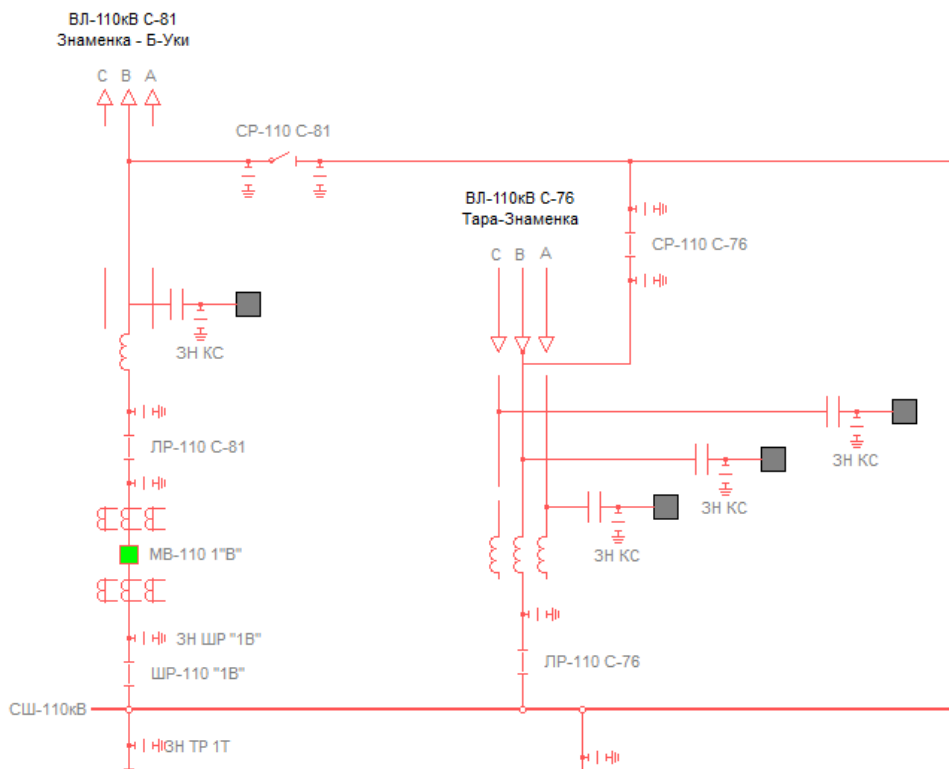

Рисунок 3- Схема ПС "Знаменка"
4. На ПС 110/10 "Знаменка" (Рисунок 3) вывести в ремонт выключатель МВ-110 1В. ПС Знаменка 110/10 запитана по ВЛ-110 кВ С-76 Тара-Знаменка, имеет две отходящих ВЛ-110 кВ С-81 Знаменка-Б.-Уки и С-82 Знаменка-Шухово, соединенных между собой двумя секциями шин 110 кВ, а так же межсекционной ремонтной перемычкой, позволяющей на период ремонта выключателей ВЛ-110 кВ С-81 и С-82, запитывать отходящие ЛЭП. На каждой из двух секций установлены понижающий трансформаторы 110/10 Т-1 и Т-2 соответственно, низкая сторона которых так же разделяется на две секции, объединяемые между собой СВ, что позволяет выводить в ремонт один из трансформаторов с переводом нагрузки на другой.
5. На ПС 110/10 "Знаменка" (Рисунок 3) вывести в ремонт силовой трансформатор Т1.